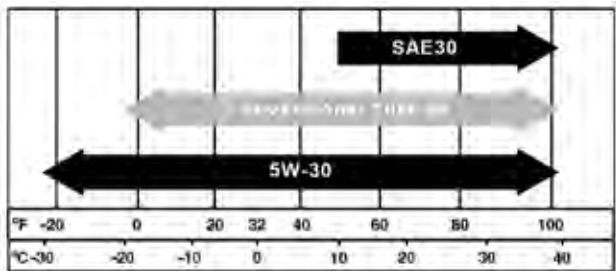

Figure 12 - Huile recommandée
1. Utilisez uniquement l'huile moteur spécifiée à la Figure 12.
6. Sélectionnez l'huile moteur appropriée comme spécifié sur la figure 12.